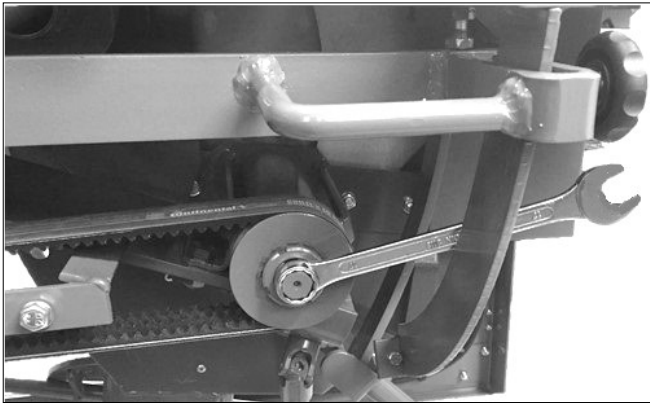
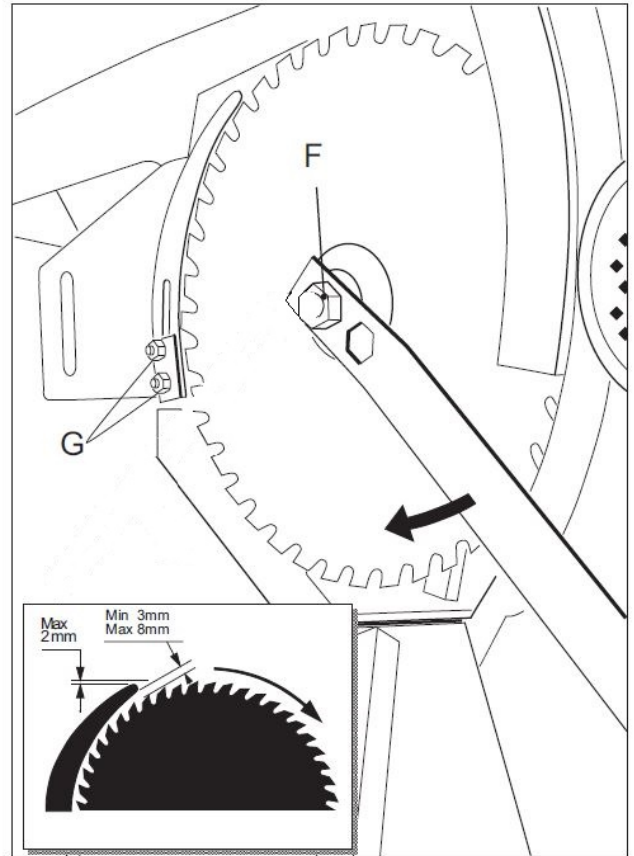

Fig.13a
Fig.13b
På 1203 sager brukes 13 mm nøkkel og på 1603 brukes det 17 mm nøkkel i enden på spindelakselen (*fig. 13a*) og kun nøkkel for spindelmutter som vist (*fig. 13b*).
- Spaltekniven må alltid være montert når sagen er i bruk. Justering av spaltekniven fremgår av *fig. 13a*.